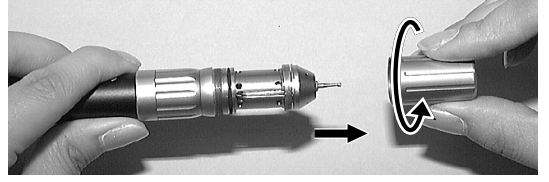

Fig.13
- (1) Kartı kapattığınız Fig. 13'de gösterildiği gibi sökünüz